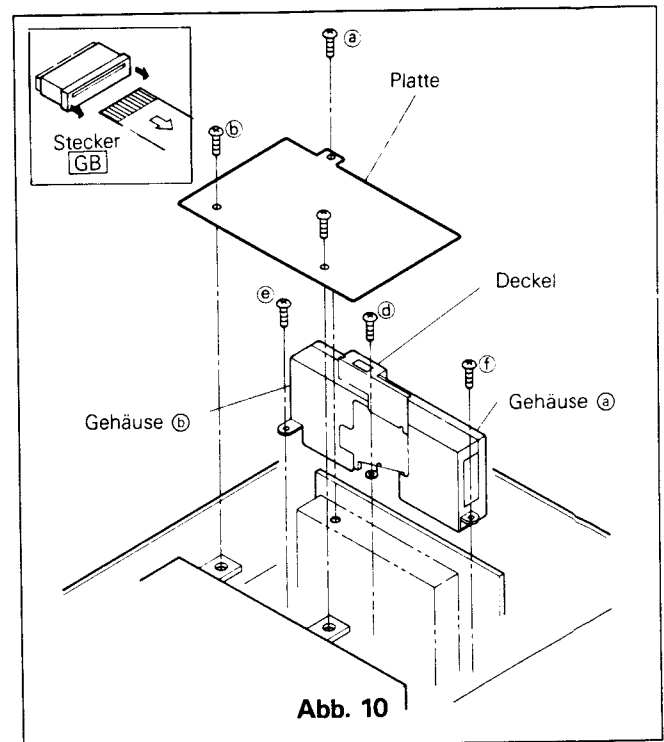

Abb. 10
- A. Entfernen Sie die drei Schrauben (a ~ c) siehe Abb. 10.